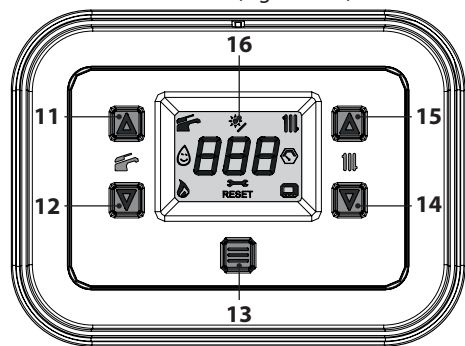
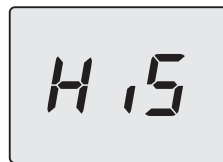
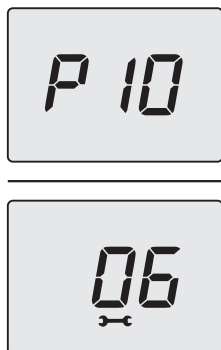
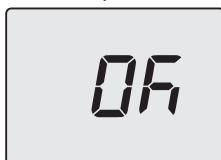

Figura 5.75
Figura 5.76
Figura 5.79
Figura 5.80
- Entrare in "modalità programmazione" premendo contemporaneamente per 5 secondi i tasti 12 e 14 (Figura 5.75) fino a far apparire sul display LCD le lettere **HiS** che indicano il menu "Storico delle caldaia" (Figura 5.76).
- Premere per 1 sec. il tasto 13 (Figura 5.75) per entrare nel parametro selezionato. Il display visualizzerà quanto segue (6=60 secondi) (Figura 5.79).
- Premendo il tasto 13 (Figura 5.75) si ottiene la conferma del valore inserito. Il display visualizzerà per 5 sec. quanto segue (Figura 5.80) poi, si porterà al livello superiore.
- tenere premuti contemporaneamente i tasti 12 e 14 per 5 sec. (Figura 5.75) (ritorno al livello precedente).